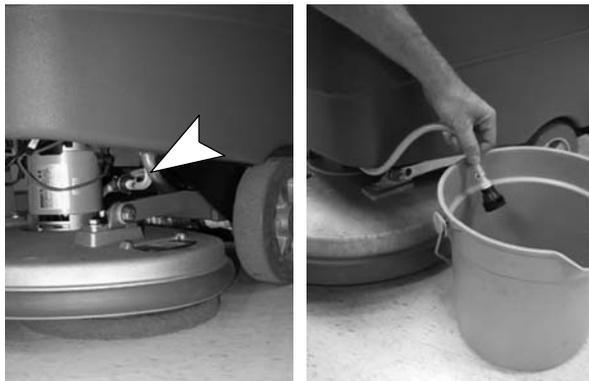

ABB. 74
3. Trennen Sie die schwarze Anschlusshalterung am Schrubbkopf ab und legen Sie den Schlauch in einen Eimer (Abbildung 74). Um Zugang zur Anschlusshalterung zu bekommen, müssen Sie möglicherweise die vordere Abdeckung von der Maschine abnehmen.